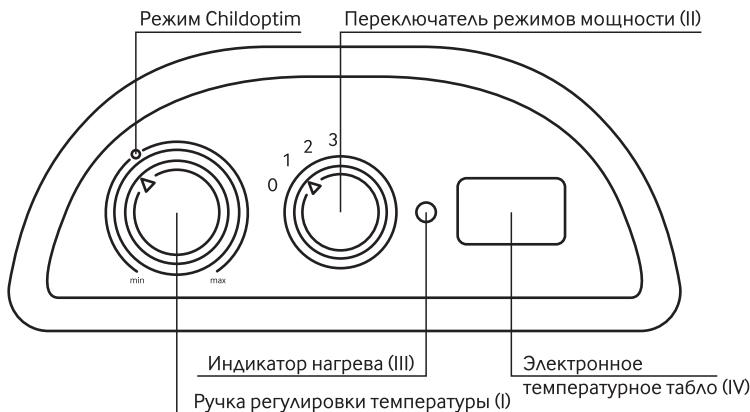

Рисунок 6: Панель управления
4.3 С помощью переключателя режимов мощности II (рис.6) выберите желаемую мощность нагрева («0» - выкл, «1» - 0,5 кВт, «2» - 1,5 кВт, «3» - 2 кВт).
4.5 При регулировки нагрева существует возможность установки температуры, рекомендованной для купания грудных детей (36,6 градусов +/- 2 градуса) – функция Childdoptim – на шкале она обозначена точкой (см рис.6) и при повороте ручке регулировки температуры фиксируется в виде щелчка.